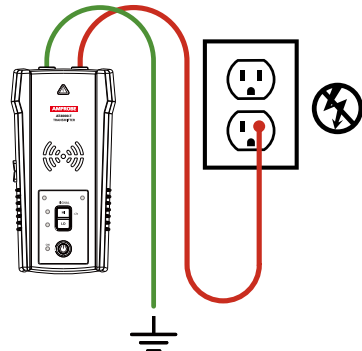

Figure 3.2a : Raccordement approprié
2. Avec les câbles d'essai fournis, connectez le fil vert à une terre séparée (structure métallique de bâtiment, canalisation d'eau métallique ou fil de terre sur un circuit séparé) (Figure 3.2a).